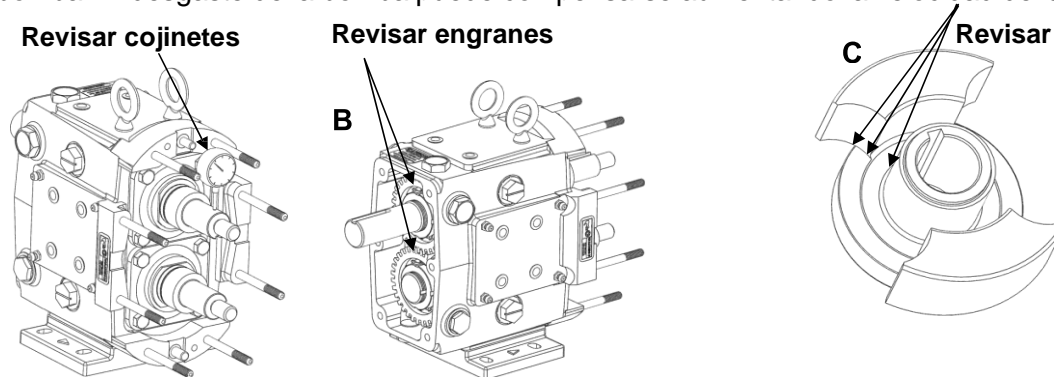

Figura 22: Revisiones de mantenimiento anual
- Revisar los cojinetes de la caja de engranes midiendo el movimiento radial del eje con un indicador de cuadrante (Figura 22, A). Si el movimiento es mayor o igual que el espacio entre el rotor y el cuerpo que se encuentra en la página 33 (Tabla 8), se deben reemplazar los cojinetes.
- Retire la cubierta de la caja de engranes (vea la página 21 para obtener información sobre el desensamblaje) e inspeccione los engranes para ver si están desgastados o dañados (Figura 22, B). También revise si hay holgura y juego.
- Inspeccione los rotores en busca de signos de desgaste y grietas de tensión alrededor de las áreas definidas en la Figura 22, C. Reemplácelos, de ser necesario.